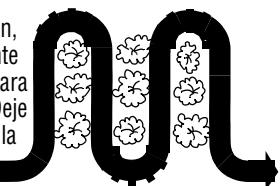

Fig. 4-9
- Al realizar tareas de labranza (rompiendo la superficie de suelo alrededor de las plantas para destruir las malezas, vea la Fig. 4-9), ajuste los dientes para cavar únicamente a una profundidad de 1" a 2". El uso de profundidades de labranza menos pronunciadas ayuda a evitar lesiones a las plantas cuyas raíces a menudo crecen cerca de la superficie. Si es necesario, levante las barras de control ligeramente para evitar que los dientes caven demasiado profundo. (La labranza regular no sólo elimina malezas, sino que además afloja y airea el suelo para mejor absorción de la humedad y crecimiento más rápido de las plantas). Si se riega el área del jardín unos cuantos días antes de la labranza se facilitará esta tarea; también se contribuye permitiendo al suelo recién trabajado asentarse por uno o dos días antes de la pasada final, profunda, de la cultivadora.
Si realiza la planificación, podrá dejar suficiente espacio entre las hileras para cultivar (vea la Fig. 4-9). Deje espacio para el ancho de la cubierta, más suficiente espacio adicional para crecimiento futuro de las plantas.